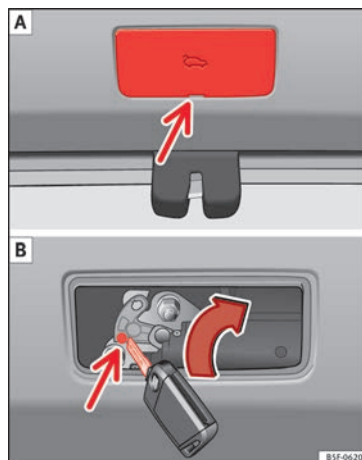

Fig. 7 Pormenores da bagageira: acesso à destrancagem de emergência.
- Retire a tampa inserindo uma chave de fendas na ranhura » **Fig. 7 A.**
- Introduza a chave no orifício previsto e rode-a no sentido da seta até libertar o trinco » **Fig. 7 B.**